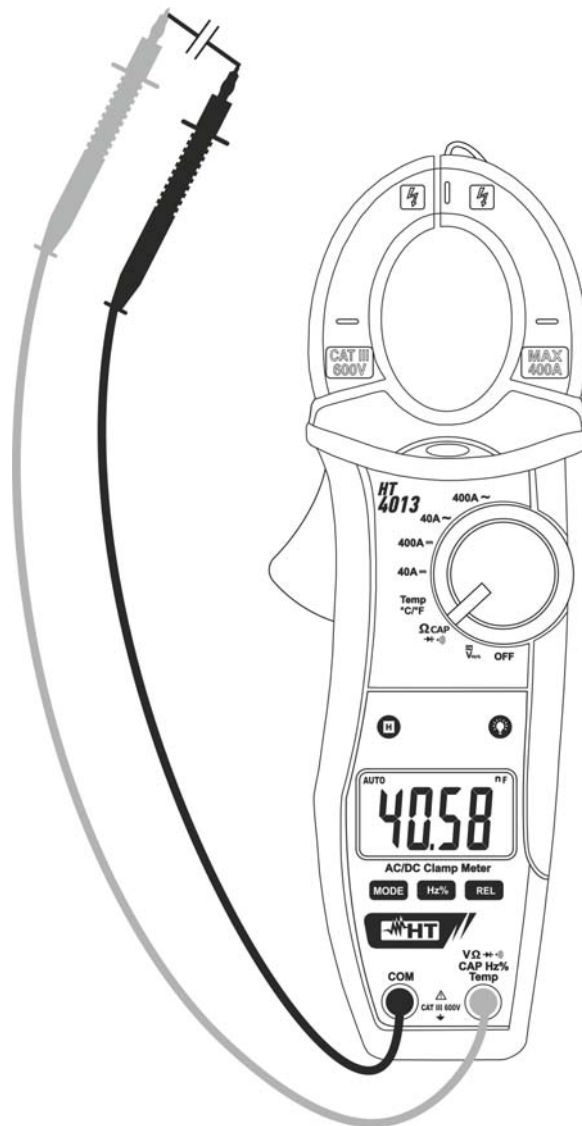

Fig. 8: Uso de la pinza para medida de Capacidades
4. Posicione las puntas de prueba en los puntos deseados del circuito en examen (vea Fig. 8). El valor de las capacidades se mostrará en pantalla